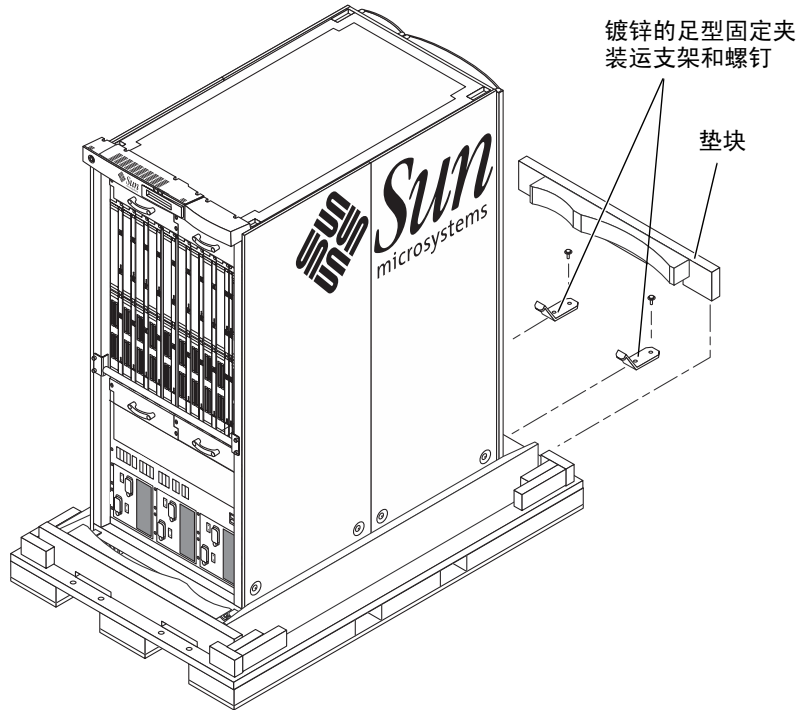

图 6-4 装运托台板上的机柜
d. 找到两个镀锌的足型固定夹装运支架和四个螺钉（图 6-4）。